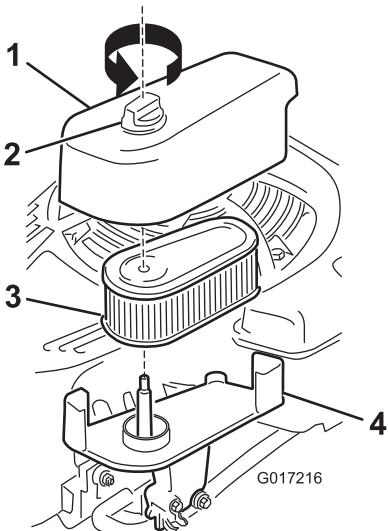

Figura 32
- Afloje el cierre y retire la tapa del filtro de aire (Figura 32).